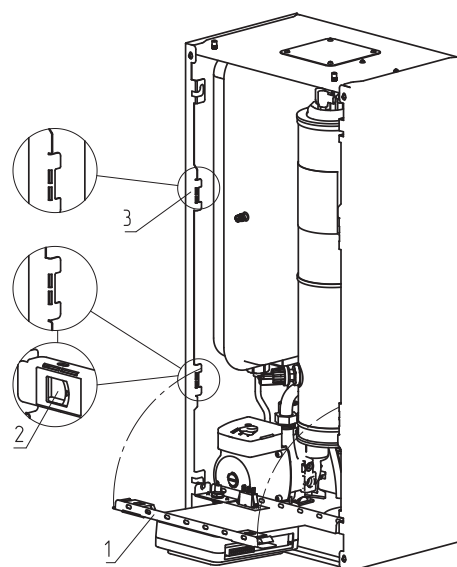

Рис. 9 Откидывание кронштейна
- Откинуть кронштейн для крепления пульта управления (**Рис. 9, поз. 1**);
- Отжать замки-защелки (**Рис. 9, поз. 2**) с двух сторон;
- Имеется возможность сменить положение кронштейна, достав его из пазов и закрепив в соответствующие пазы выше (**Рис. 9, поз. 3**).